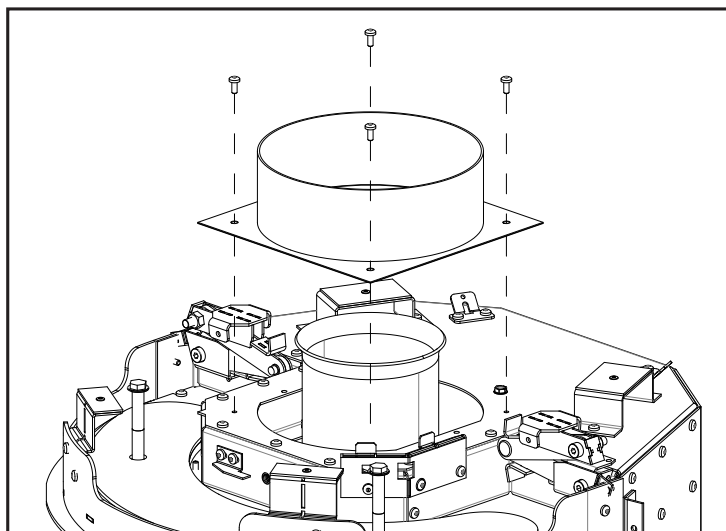

Figure 68: Retrait de l'adaptateur d'évent
7. Retirez l'adaptateur de ventilation du haut de l'unité en retirant les quatre (4) vis T20 (voir la Figure 68). Soyez délicat avec le joint, vous allez le réutiliser.